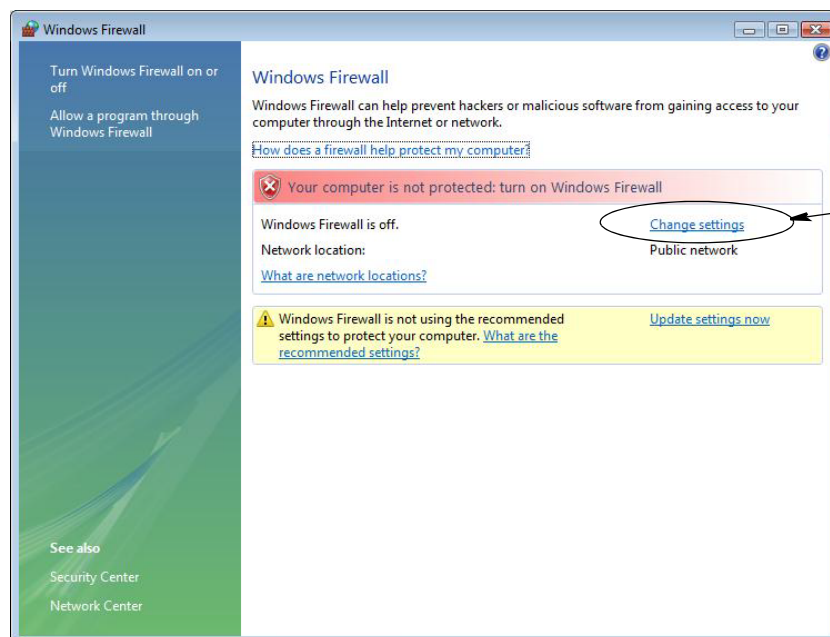

FIG. 27
2. Selecteer Instellingen wijzigen (FIG. 27).